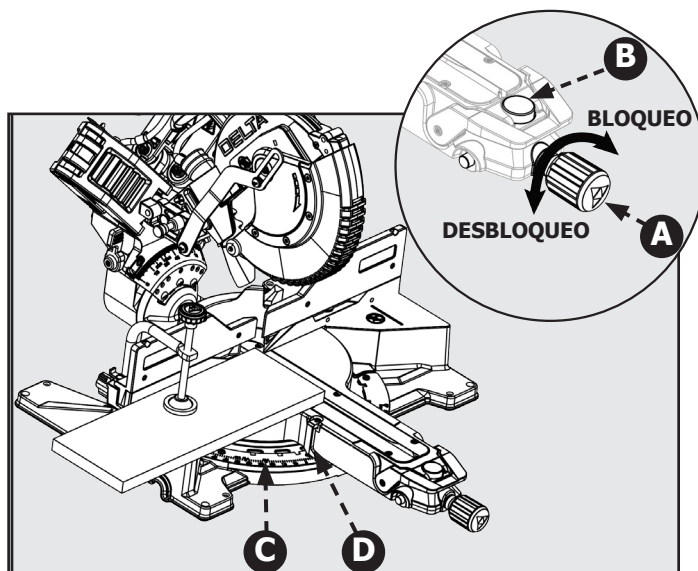

Figura 18
1. Consulte la Figura 18.
3. Afloje la perilla de bloqueo de inglete (A), utilice el dedo pulgar para empujar en el botón de bloqueo de freno de inglete (B) y establezca el ángulo del brazo de inglete en 0 grados. Utilice la regla (C) e indicador (D) de inglete para buscar la posición de inglete de 0 grados.
4. Suelte el botón de freno de inglete (B) y apriete la perilla de bloqueo de inglete (A). Compruebe que el cabezal de la sierra esté asegurado de forma correcta en su posición.